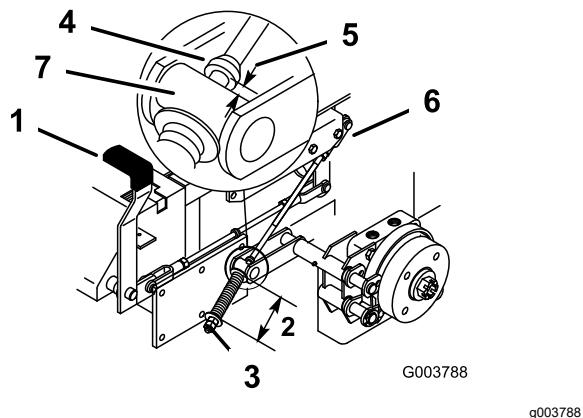

Figura 29
La distancia entre las arandelas debe ser de 70 mm ($2\frac{3}{4}$ ") (Figura 29).
3. Si es necesario un ajuste, afloje la contratuerca que está debajo del muelle y apriete la tuerca que está directamente debajo de la horquilla (Figura 29). Gire la tuerca hasta obtener la medida correcta. Apriete las dos tuercas juntas y repita en el otro lado de la unidad.
6. Mida la distancia entre el pivote del muñón y el collar de la varilla de freno. La distancia debe ser de 5 mm – 7 mm (3/16" – 1/4") (Figura 29).
7. Si es necesario un ajuste, afloje la contratuerca que está justo por debajo de la horquilla. Gire la varilla inferior hasta obtener la medida correcta (Figura 29). Apriete la contratuerca en la horquilla.